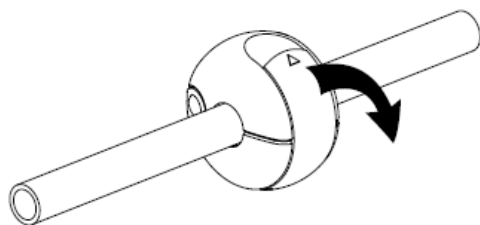

Fig. 4a
- Tirare la leva per sbloccare il fermo del tubo (1) (vedere Fig. 4a).